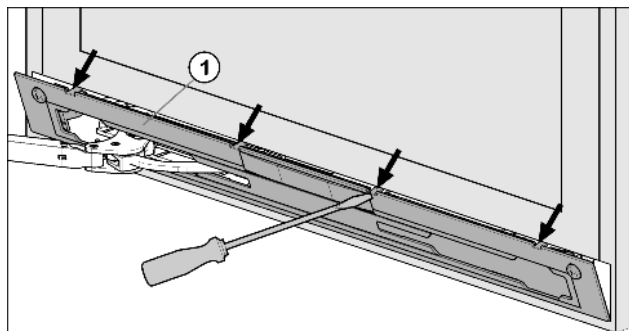

Fig. 4
- ▶ Krytku Fig. 4 (1) plochým šroubovákem uvolněte a sejměte.